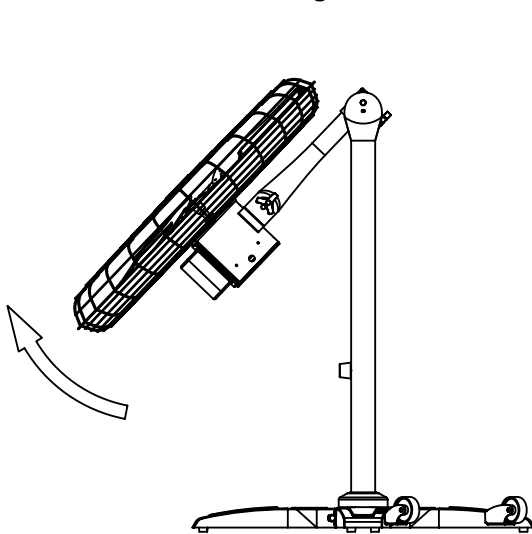

Figure 7
6. Soulevez la tête du ventilateur jusqu'à ce que vous entendiez un son de déclic/d'enclenchement et arrêtez. (Figure 7)